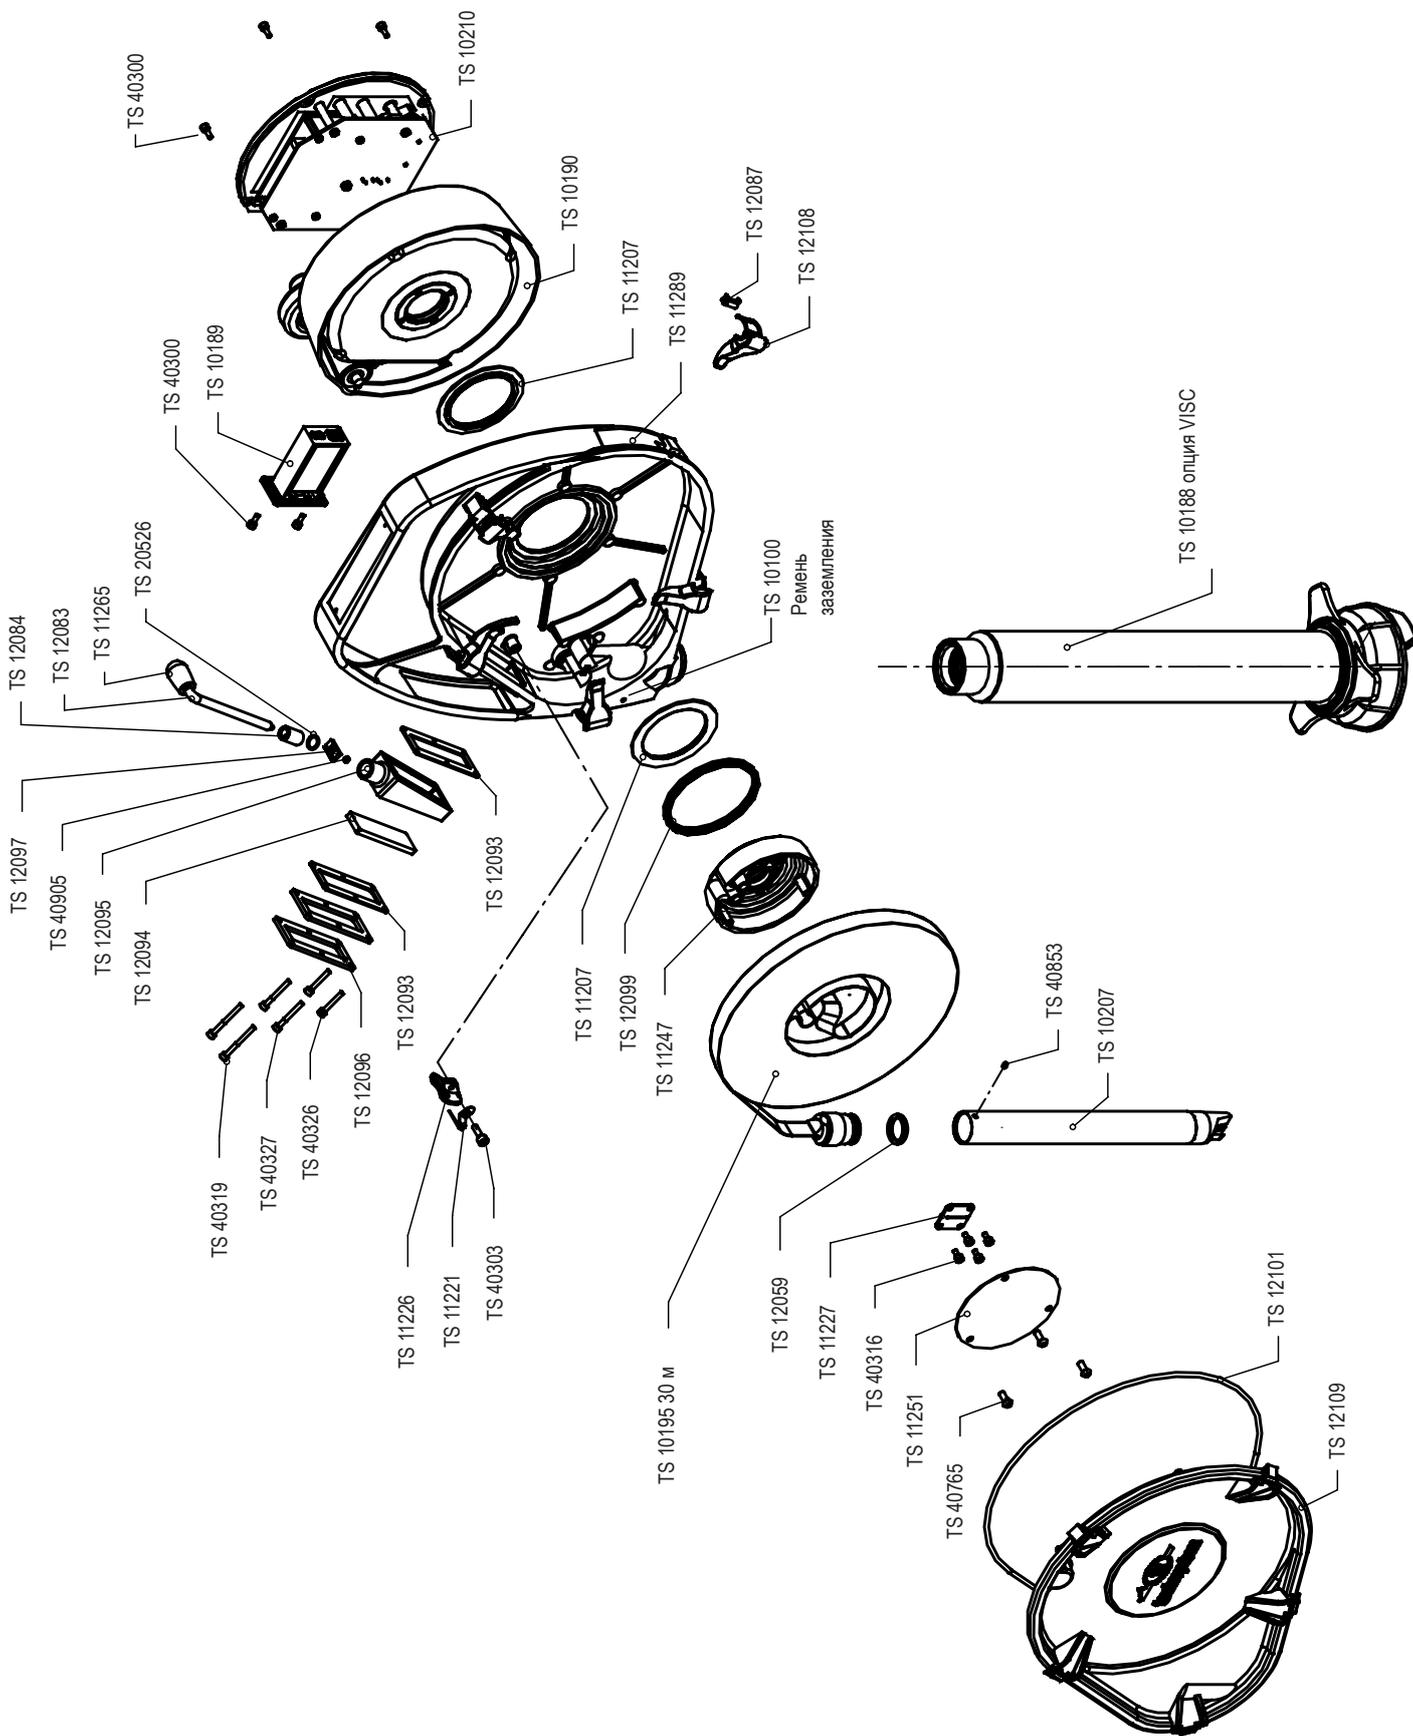

Рис. 13-1: общая сборка, список основных запчастей
- Рисунок 13-1: общая сборка, список основных запчастей